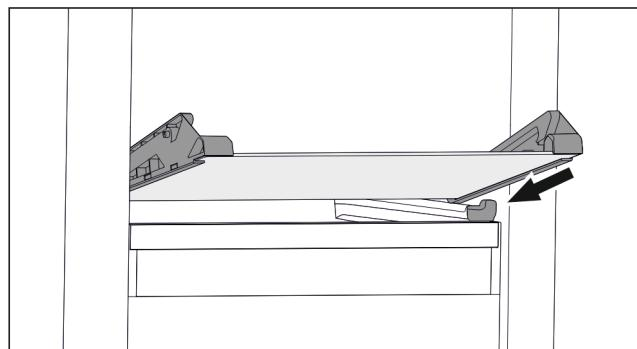

Fig. 93 Skleněná deska odklápací zásuvky
- Nasadte skleněnou desku šikmo za zarážky. (viz Fig. 93)